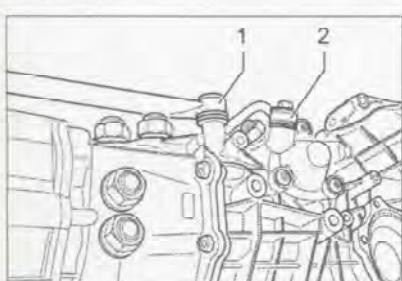
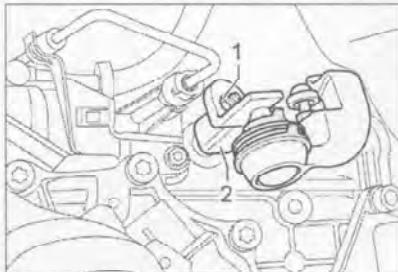

Рис. 7.174. Отсоедините соединительную тягу (2) тяги включения передач с правой стороны коробки передач. Отверните болт и отсоедините тягу выбора передач (1).
Рис. 7.175. Отверните гайку (1) и снимите рычаг (2) с вала переключения передач.
6. Отсоедините соединительную тягу (2) тяги включения передач с правой стороны коробки передач (рис. 7.174). **Момент затяжки:** 25 Нм.
7. Отверните болт и отсоедините тягу выбора передач (1). **Момент затяжки:** 40 Нм.
8. Отверните гайку (1) и снимите рычаг (2) с вала переключения передач (рис. 7.175).
18. Отсоедините соединительную тягу (2) тяги включения передач с правой стороны коробки передач (рис. 7.174). **Момент затяжки: 25 Нм.**
19. Отверните болт и отсоедините тягу выбора передач (1). **Момент затяжки: 40 Нм.**
20. Отверните гайку (1) и снимите рычаг (2) с вала переключения передач (рис. 7.175).